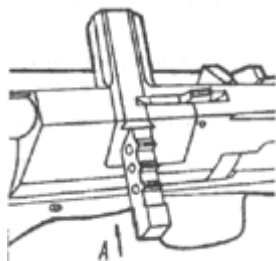

Рис. 2. Многозарядный узел винтовки иж-61
- 3) вставьте магазин и утопите его в направлении стрелки А (см. рис. 2);